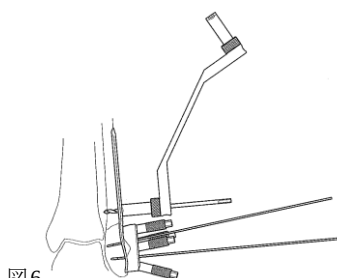

図6
2.5 ドリル DCP ポジショナ（フィブラプレート用）を用いて、2.5 ドリルにてドリル先端が反対側皮質から 2mm 程突出するまでドリリングします。（図6）